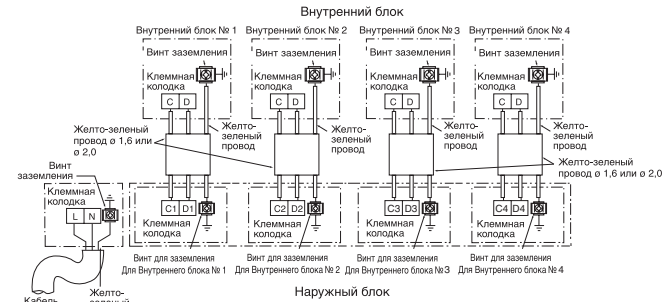

Рис. 3-1
- Осуществить электрическое соединение Внутреннего и Наружного блока в соответствии со схемой на рис. 3-1. не допускать неправильного подключения соединительных линий. В случае неправильной связи, единица, возможно, не работает должным образом и может вызвать сбой.